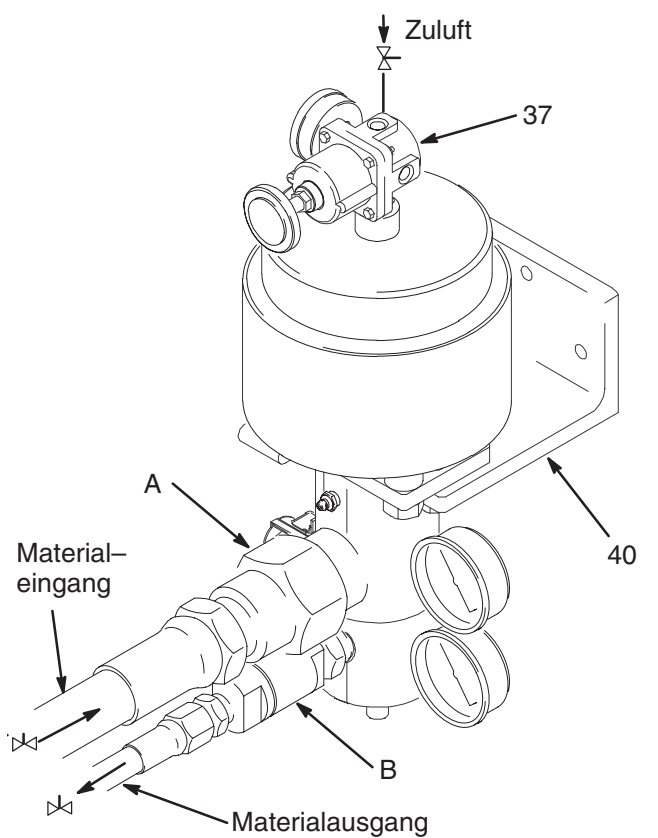

Abb. 1
HINWEIS: Die Bezugszahlen und Buchstaben in Klammern beziehen sich auf die Zeichen in Abb. 1.
1. Befestigen Sie das Druckausgleichventil mit dem vorhandenen Montagewinkel (40) an einer stabilen Unterlage oder an einer Wand, die in der Lage ist, 34 kg zu tragen. Siehe Abb. 1.
2. Schließen Sie die Luftleitung am Regler (37) des Druckausgleichventils an. Siehe Abb. 1.
3. Schließen Sie den Materialzufuhrschlauch an der Einlassöffnung (A) des Druckausgleichventils an, und verbinden Sie den Materialauslassschlauch mit der Auslassöffnung (B) des Druckausgleichventils. Siehe Abb. 1.